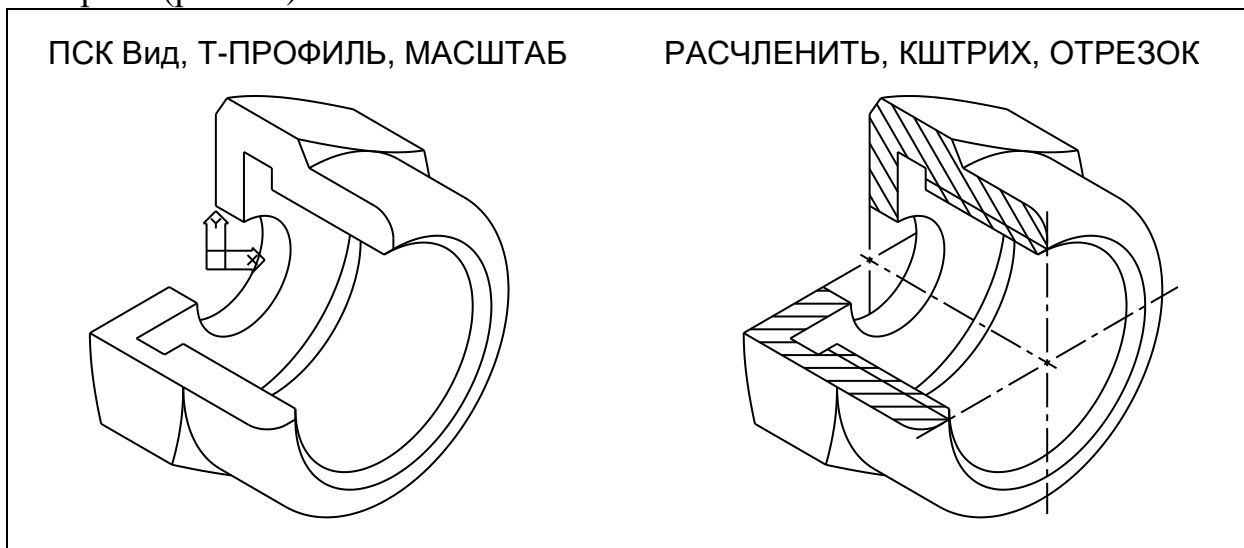

Рис. 27
1. Убедиться, что начало ПСК находится в центре левого торца модели. Командой -ВИД с опцией ЮВизо установить вид в юго-восточной изометрии. Затем командой ПСК с опцией Вид установить ПСК в плоскости видового экрана (рис. 27).
4. Командой **КШТРИХ** заштриховать фигуры сечений, обращая внимание на правильное задание углов наклона штриховки (см. рис. 27).